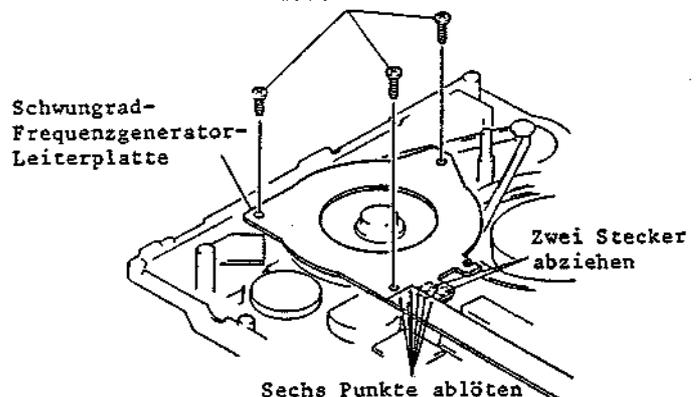

Abb. 2-57 Ausbau der Schwungrad-Frequenzgenerator-Leiterplatte
3-12 Ausbau der Schwungrad-Frequenzgenerator-Leiterplatte (Abb. 2-57)
2. Die Schwungrad-Frequenzgenerator-Leiterplatte an sechs (6) Stellen ablöten (siehe Abb. 2-57).
3. Drei (3) Befestigungsschrauben der Schwungrad-Frequenzgenerator-Leiterplatte lösen.
4. Zwei (2) Stecker (CN1F, CN2F) abziehen.